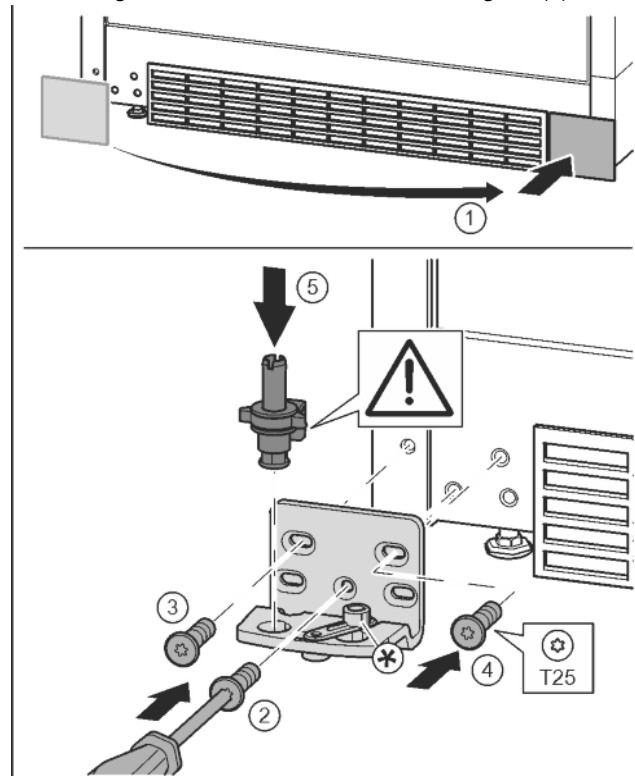

Fig. 13
- ▶ Vegye le a fedelet, és szerelje fel a másik oldalra. Fig. 13 (1)
- ▶ A másik oldalra helyezze fel a csapágybakot, és egy T25 csavarhúzóval húzza meg. Középen az alsó 2 csavarral kezdjen. Fig. 13 (2)
- ▶ Húzza meg a 3 és 4 csavart. Fig. 13 (3, 4)
- ▶ Helyezze be a teljes csapszeget. Ügyeljen közben arra, hogy a bekattanó bütyök hátrafelé mutasson. Fig. 13 (5)